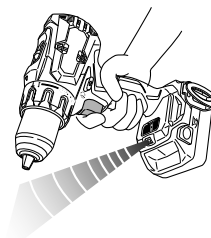

Fig. 19
15. Señales de aviso de luz LED (Fig. 19)